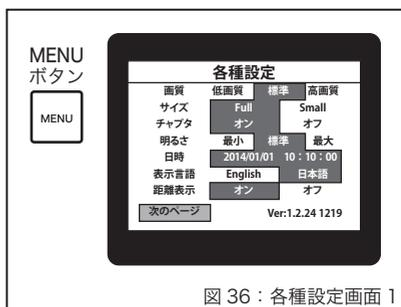

図 36：各種設定画面 1
● 各種設定画面を表示する (図 36)
- ・**MENU** ボタンを押すと図 36 の**各種設定画面**が表示されます。変更、設定したい機能を▲、▼にて選択し「再生/決定」ボタンを押すとカーソルが右へ異動し、設定を選択できるようになります。設定したいモードを選び、「再生/決定」ボタンを押すと設定が変更され、カーソルが左に移動します。
- カーソルを「前のページ」に移動し「再生/決定」ボタンを押すと、各種設定画面1 (図 36) に戻ります。